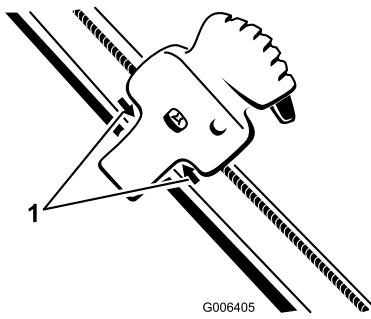

Bild 40
2. Positionieren Sie das Quick Shoot Bedienelement zwischen den zwei Pfeilen an der rechten Seite des oberen Griffes (Bild 40).